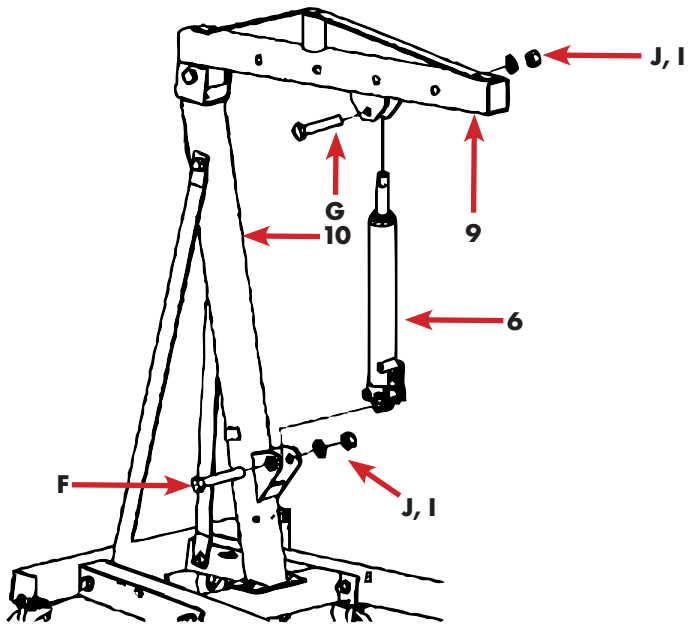

Fig.14
- Poser le vérin hydraulique sur l'orifice le plus bas du bras de support, comme illustré sur la Fig. 14.
Légende figure 14 (voir aussi page ab 15, figure 2 et tableau 1)